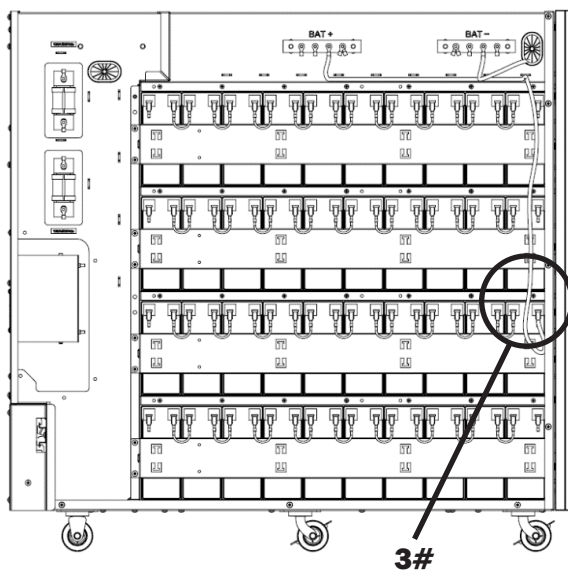

Figura 5-18A
25. Conecte la batería 1+ del grupo 2 a la barra colectora de la batería + (BAT +) (Figura 5-18A).